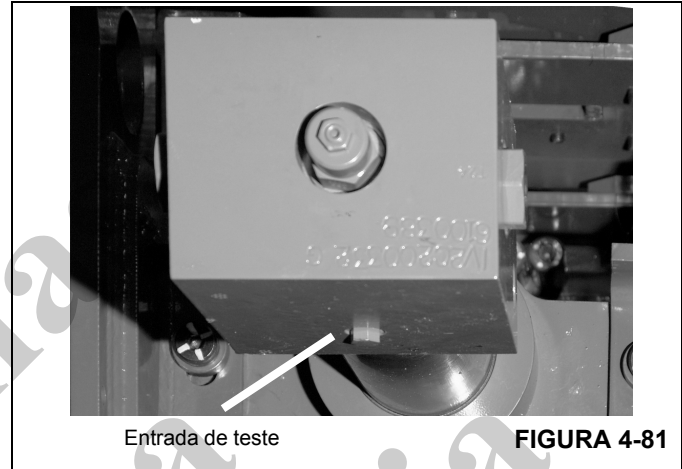

FIGURA 4-81
35. Gire o bloco de entradas do cilindro telescópico de forma que a entrada de teste fique voltada para baixo (Figura 4-81).